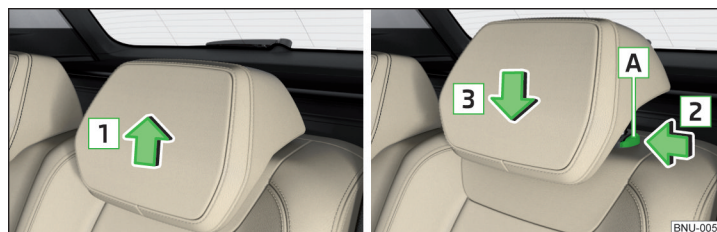

Fig. 97 Réglage de la hauteur de l'appuie-tête arrière
- Saisissez les appuie-têtes et tirez-les **vers le haut** dans le sens de la flèche **1** » fig. 97.